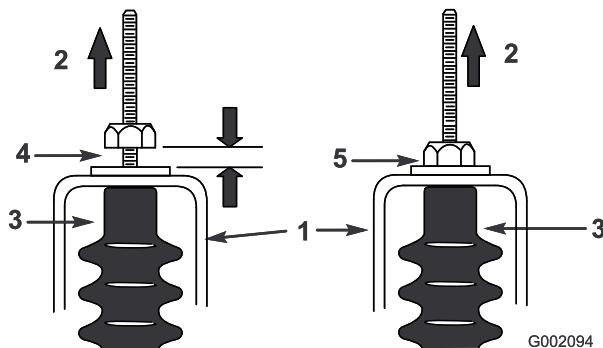

Figura 36
- Puxe cada cabo de mudanças para se certificar de que existe folga de 0,75 - 1,5 mm entre a porca/anilha e o suporte neutro (Figura 36). Se não existir folga, ajuste as porcas para alcançar uma folga de 0,75 - 1,5 mm.